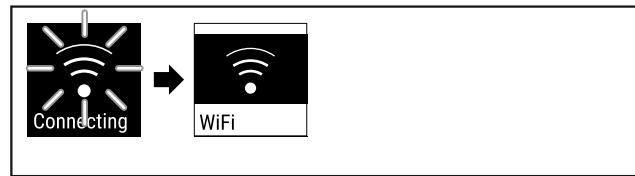

Fig. 85
- ▶ Соединение устанавливается (см. Fig. 85).